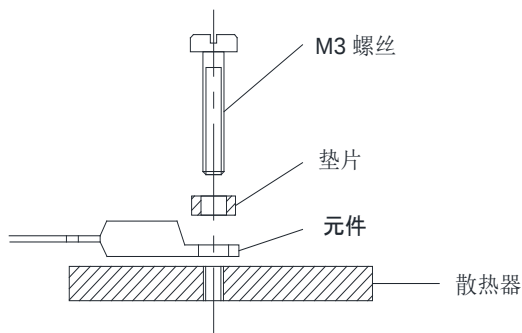
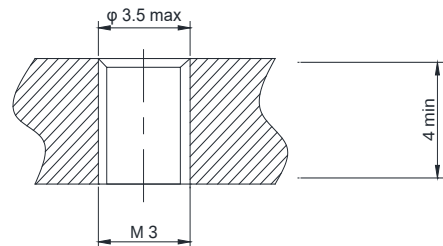

图7 螺丝组装2
图8 散热器相关要求
- 螺丝紧固散热器，如下图7所示；对应的散热器相关要求，如图8所示。